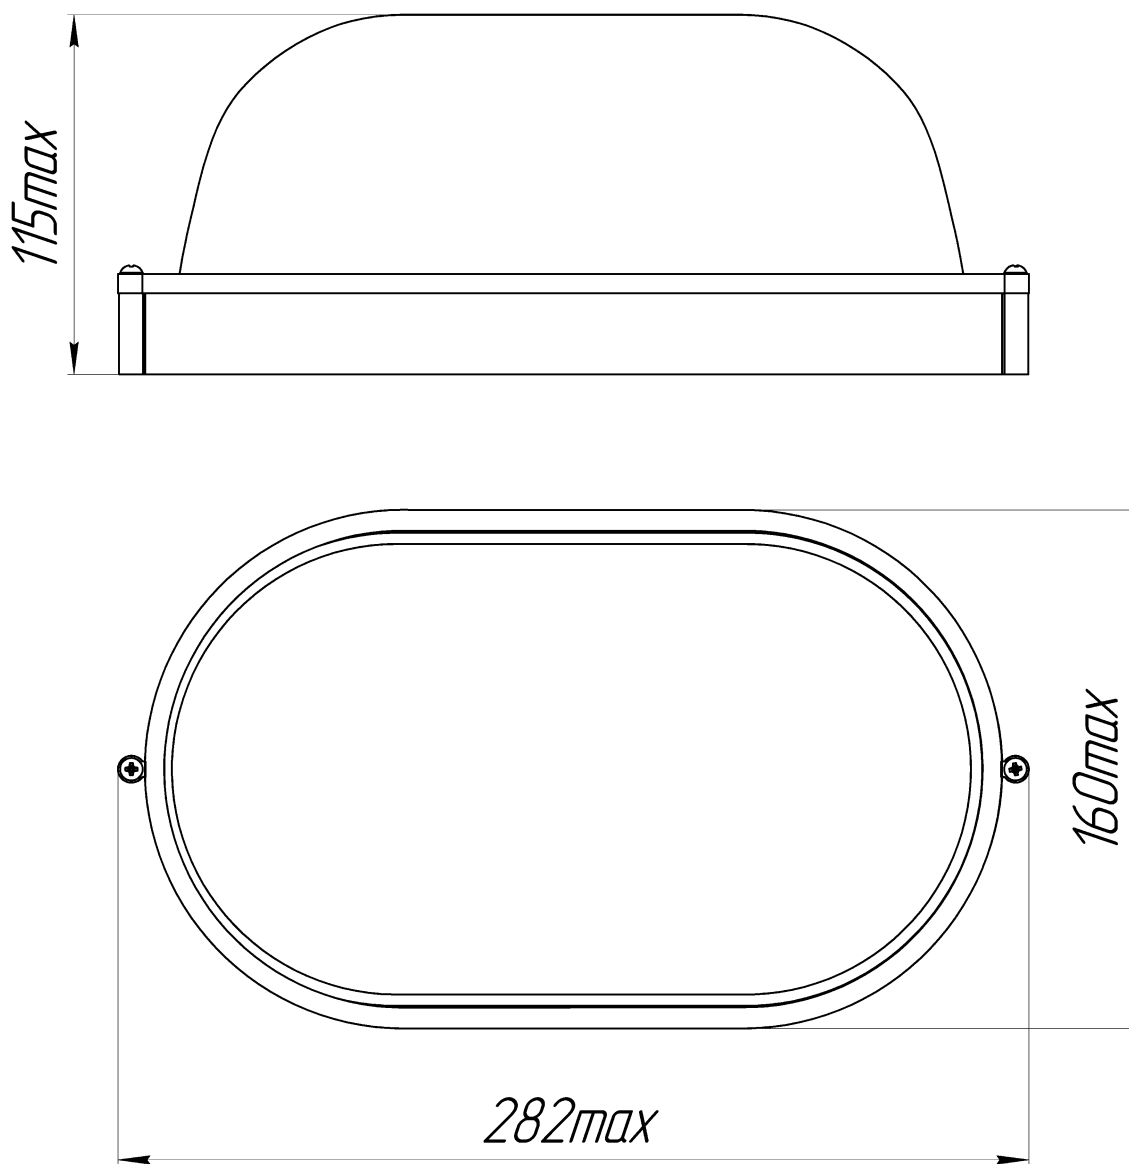

Рисунок 1
1.4.1. Светильник состоит (см. Рис.1) из металлического корпуса, который является несущим элементом светильника, защитного стекла, светодиодного полупроводникового модуля, источника питания, кронштейнов и контактного устройства.